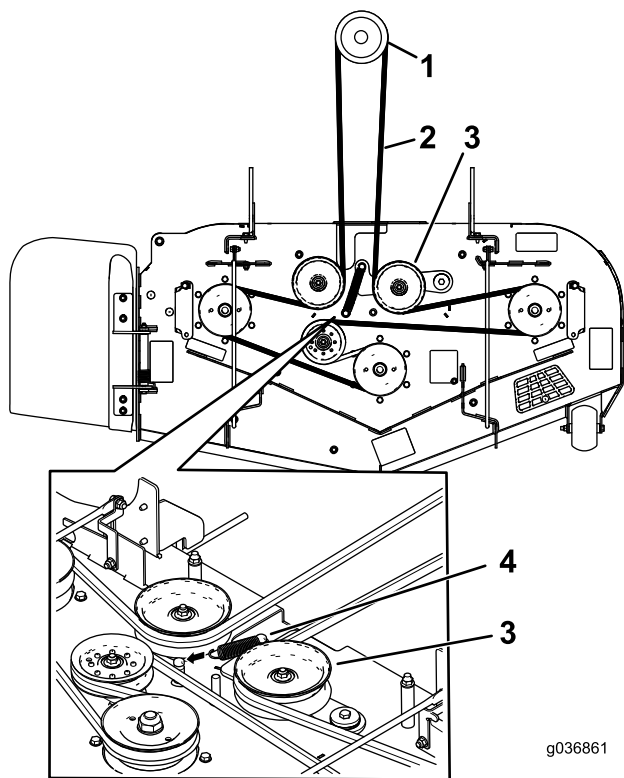
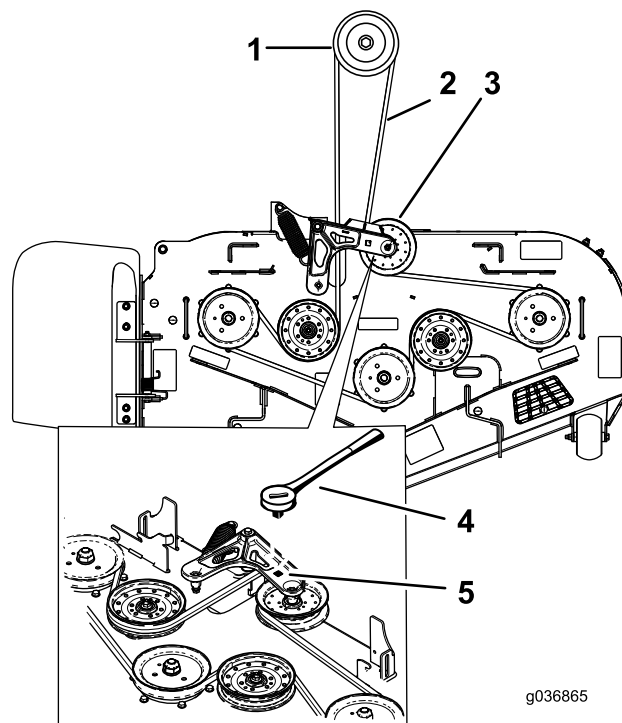

Figura 7
Figura 9
1. Sulla macchina, eliminate la tensione della molla dalla puleggia tendicinghia caricata a molla; fate riferimento a **Figura 7** o **Figura 9**.
Nota: Per i modelli di soffiatore 78404, 78405 e 78406 allentate la tensione sulla molla del tendicinghia inserendo un cricchetto nel foro quadrato del braccio tendicinghia (**Figura 9**).
- Montate la cinghia del piatto di taglio attorno alla puleggia tendicinghia caricata a molla (Figura 7 o Figura 9).